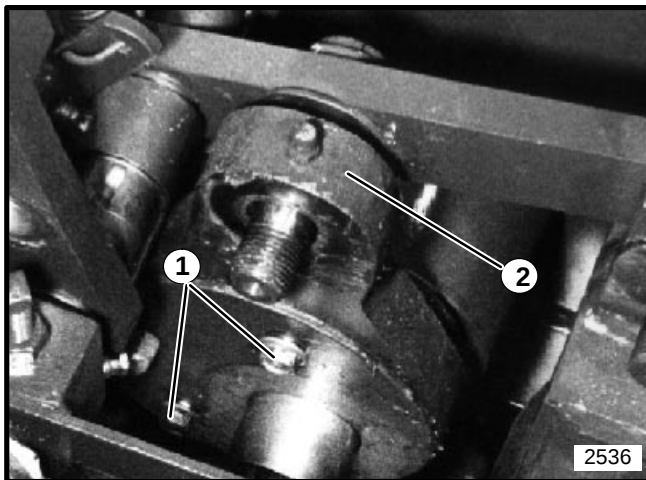

Figura 26
7. Remueva los dos (2) tornillos que aguantan el aguantador en la barra de conexión. Remueva el aguantador, anillo sellador y la barra conectadora. Vea la Figura 26.
3. Instale el brazo derecho y gire las tuercas a 100 piés-libras (136 N-mts). Asegúrese que la llave se encuentra en el eje del brazo (Vea las tuercas mostradas en la Figura 26.)